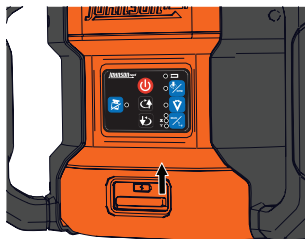

Figure 1
1. Faire glisser le couvercle du port de recharge de pile sur l'avant du laser rotatif. (Figure 1)